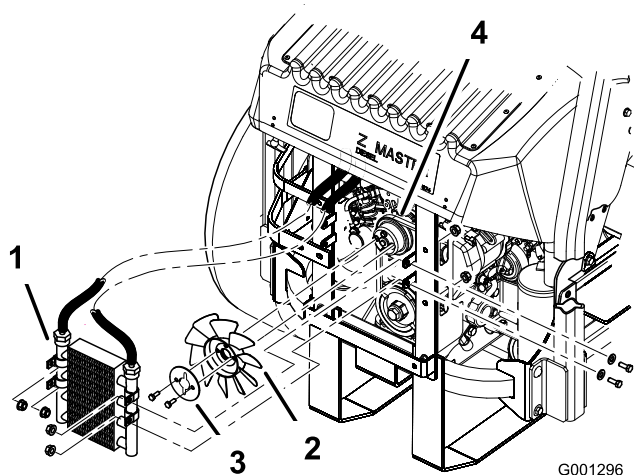

Figura 61
- Retire los 4 pernos que sujetan el enfriador de aceite y coloque el enfriador de aceite en un lado (Figura 61).
- Retire los 2 pernos que fijan el ventilador y el disco del ventilador a la máquina (Figura 61).
- Instale el ventilador y el disco del ventilador en la máquina con los 2 pernos que retiró anteriormente (Figura 61).
- Instale el enfriador de aceite con los 4 pernos que retiró anteriormente (Figura 61).